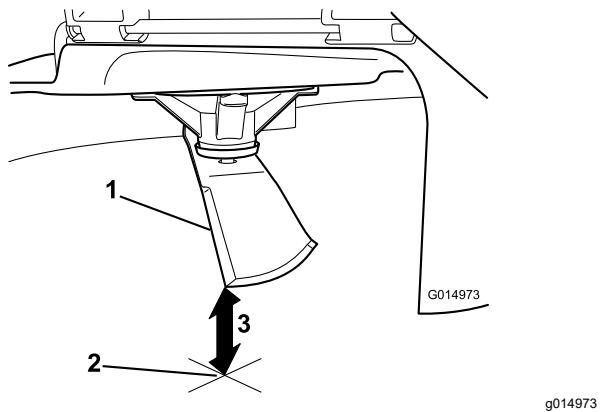

Figura 77
- Mida desde la punta de la cuchilla hasta la superficie plana (Figura 77).